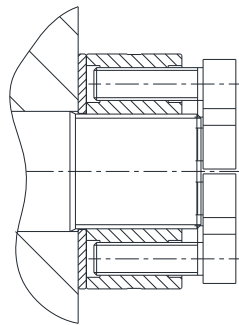

Bild 4:
- Die Druckschrauben (Bauteil 1.3) in der Spannmutter dürfen auf der Druckseite nicht vorstehen (Bild 4).
- Schieben Sie die Unterlegscheibe (Bauteil 1.2) auf die Schraube (Bauteil 2) bis zur Anlagefläche des angrenzenden Bauteils. Drehen Sie anschließend die Mutter (Bauteil 1.1) auf und ziehen diese handfest an (siehe Bild 4).
Alle Bauteile müssen ohne Spalt aufeinander liegen (Bild 4).